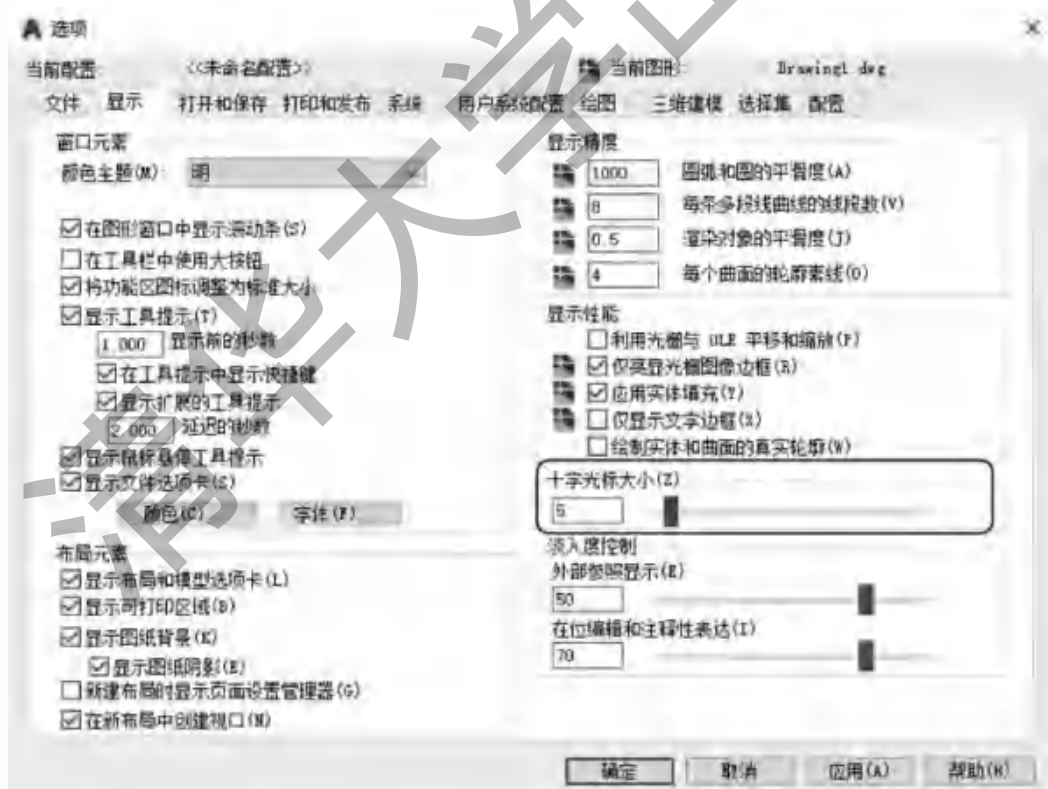
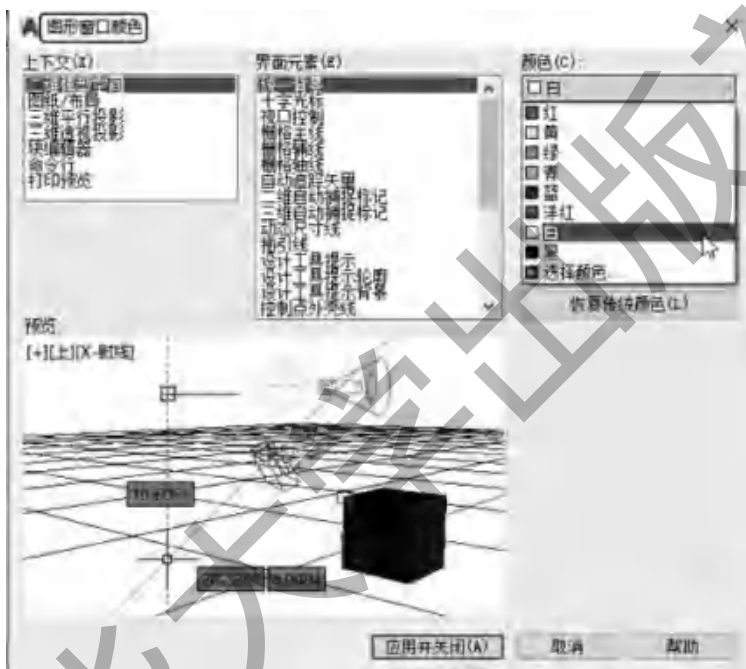

图 1-12 “显示”选项卡
图 1-13 “图形窗口颜色”对话框
选择菜单栏中的“工具”→“选项”命令,打开“选项”对话框。单击“显示”选项卡,在“十字光标大小”文本框中直接输入数值,或拖动文本框后面的滑块,即可以对十字光标的大小进行调整,如图 1-12 所示。
(2) 修改绘图区的颜色。在默认情况下,AutoCAD 的绘图区是黑色背景、白色线条,这不符合大多数用户的习惯,因此修改绘图区颜色,是大多数用户都要进行的操作。修改绘图区颜色的方法如下。
① 选择菜单栏中的“工具”→“选项”命令,打开“选项”对话框,单击如图 1-12 所示的“显示”选项卡,再单击“窗口元素”选项组中的“颜色”按钮,打开如图 1-13 所示的“图形窗口颜色”对话框。